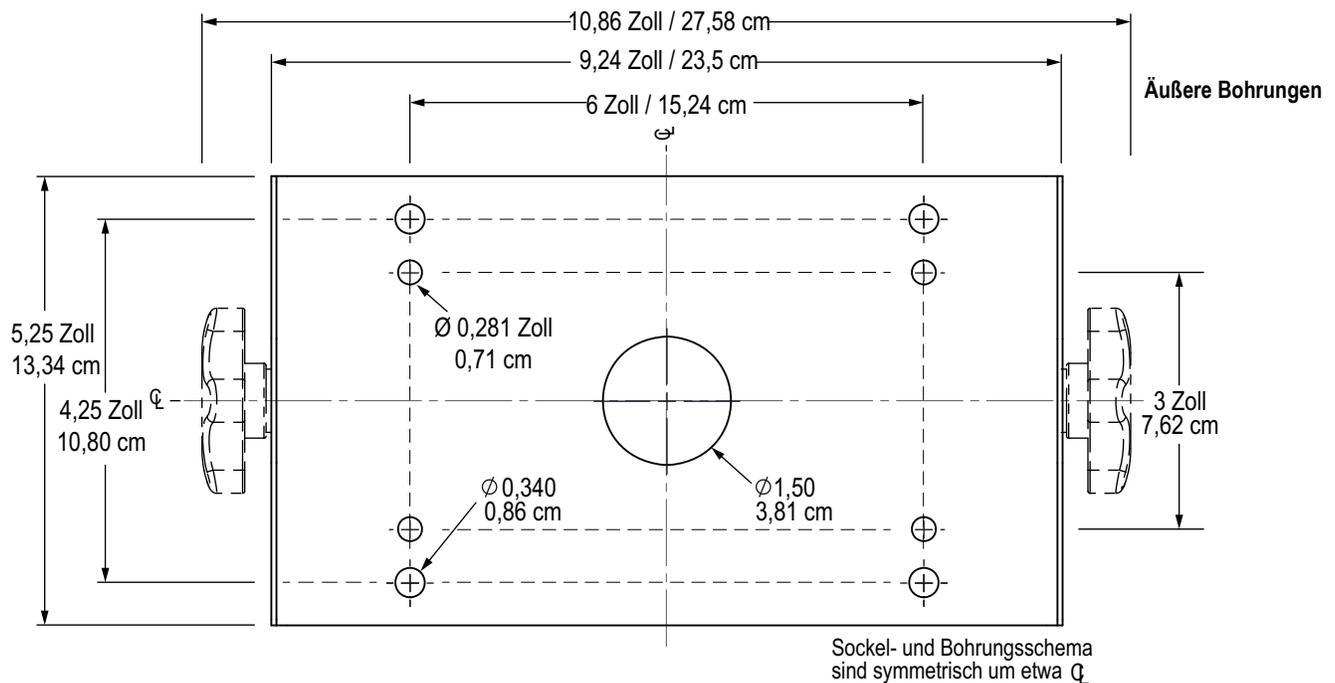

Abbildung 2-4. Abmessungen des Universal-Kippständers (Lochmuster)
1. Die Halterung als Schablone verwenden und die Bohrlöcher für die Schrauben anzeichnen. Siehe Abbildung 2-4 auf Seite 25 für Abmessungen.